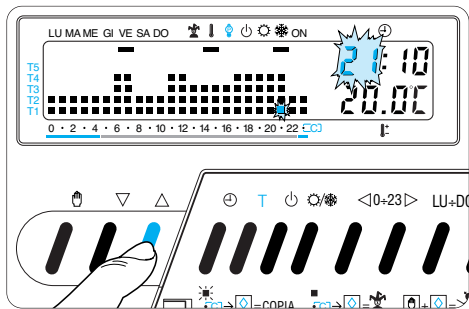

Fig. 21
5.4 - Premere il pulsante ▽ (indietro) o △ (avanti) sino a che non si raggiunge l'ora esatta (fig. 21).